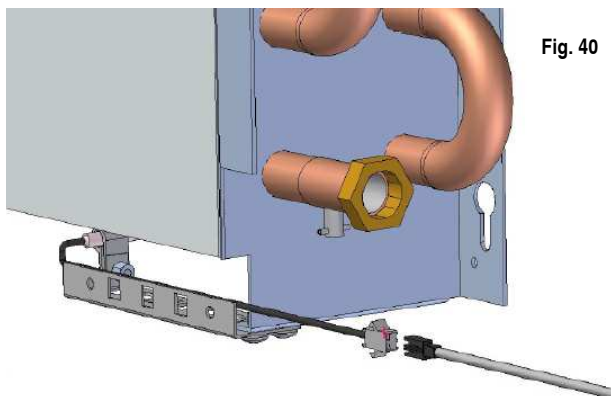

Fig. 40
6. Conecte la sonda de temperatura ambiente. (fig.40)